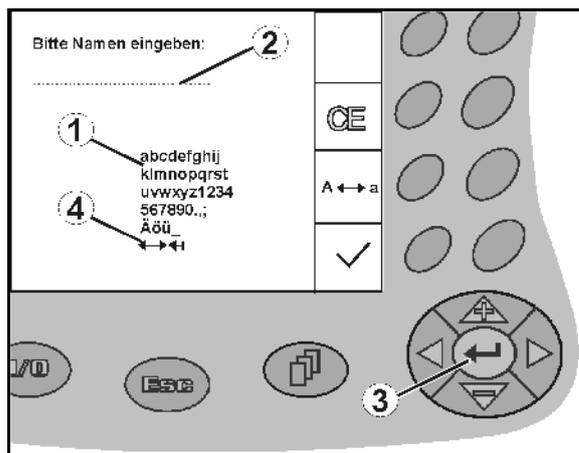

Fig. 13
Ist die Eingabe von Texten oder Ziffern am **AMATRON⁺** nötig erscheint das Eingabemenü (Fig. 13).
Im unteren Teil des Displays erscheint ein Auswahlfeld (Fig. 13/1) mit Buchstaben, Ziffern und Pfeilen aus dem die Eingabezeile (Fig. 13/2) gebildet wird (Text oder Ziffer).
Auswahl von Buchstaben oder Ziffern im Auswahlfeld (Fig. 13/3).
-  Übernehmen der Auswahl (Fig. 13/3).
Die Pfeile  im Auswahlfeld (Fig. 13/4) ermöglichen ein Bewegen in der Textzeile.
Der Pfeil  im Auswahlfeld (Fig. 13/4) löscht die letzte Eingabe.